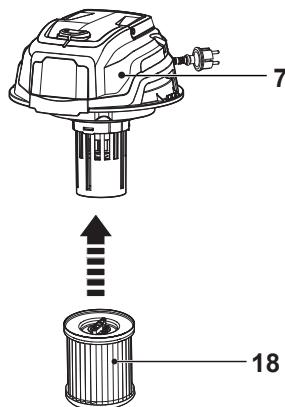
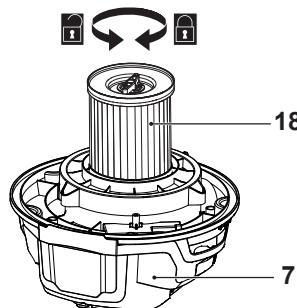

Fig. 6
Fig. 16
- > Monte o filtro do cartucho (18) na unidade do motor (7) (Fig. 6). Certifique-se de que o filtro assenta bem na posição. Consulte a Fig 16.
- > Utilize o filtro do cartucho (18) para recolher partículas que não tenham sido recolhidas pelo saco de pó (19).
- Monte sempre o filtro do cartucho (18) na unidade do motor (7) para operações de aspiração a seco (Fig. 16). Operar o produto sem o filtro do cartucho (18) pode danificar a unidade do motor.
- > Inspecione o filtro do cartucho (18) com regularidade. Substitua-o filtro por um filtro novo, se necessário.
- > Lave o filtro do cartucho (18) com frequência, com água limpa e deixe-o secar ao ar. Não aguarde até que o filtro esteja totalmente sujo. Recomendamos que inspecione o filtro quando o produto não alcançar uma potência de sucção suficiente.